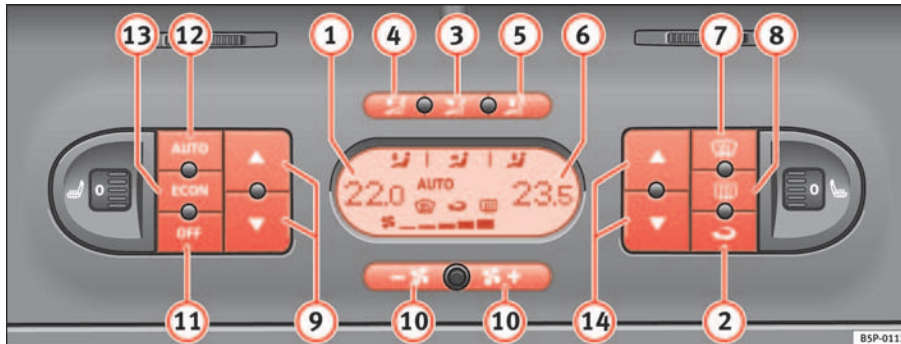

Abb. 128 In der Instrumententafel: Bedienelemente 2C-Climatronic
- Drücken Sie eine der Tasten ⇒ Seite 163, Abb. 128 ③ bis ⑤, die Taste **ECON** oder drücken Sie die Gebläsetasten ⑩. Am Display erlischt das Symbol **AUTO**.
- Drücken Sie die Taste  ⇒ **Seite 163, Abb. 128 2**, um den Umluftbetrieb ein- oder auszuschalten. Bei eingeschaltetem Umluftbetrieb erscheint am Display das Symbol .